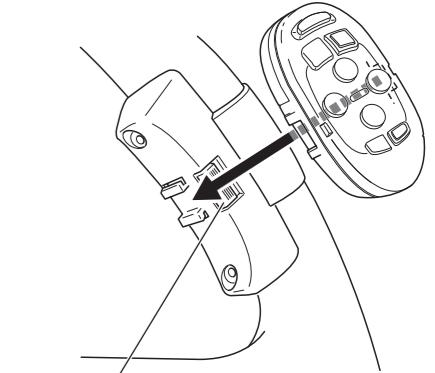

Fig. 19
4. Installer l'unité de télécommande dans le support. (Fig. 19)